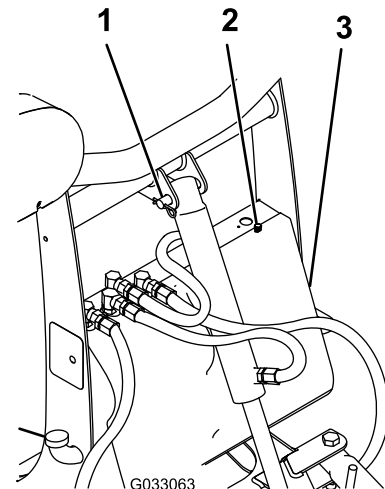

Figure 39
2. Retirez la goupille fendue et l'axe de chape au sommet du vérin de levage et inclinez-le en avant (Figure 39).
3. Retirez les 2 vis à oreilles qui fixent le couvercle de la tour d'accouplement sur la tour (Figure 39).